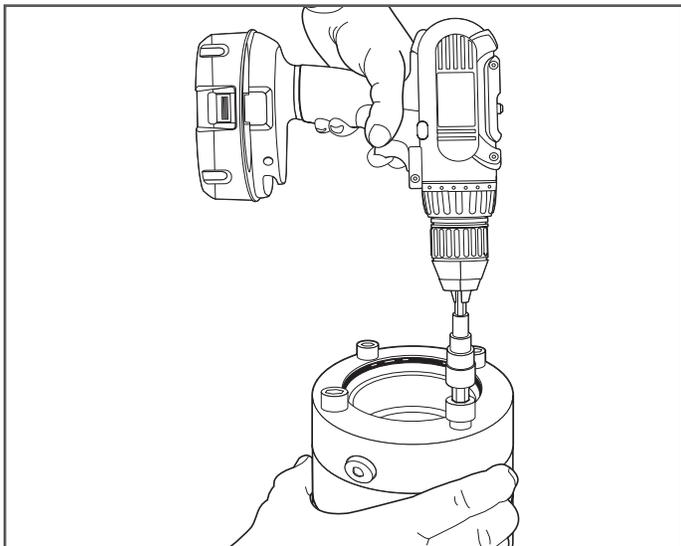

Figure 7-7
8. Desserrez les vis de blocage (Figure 7-7).